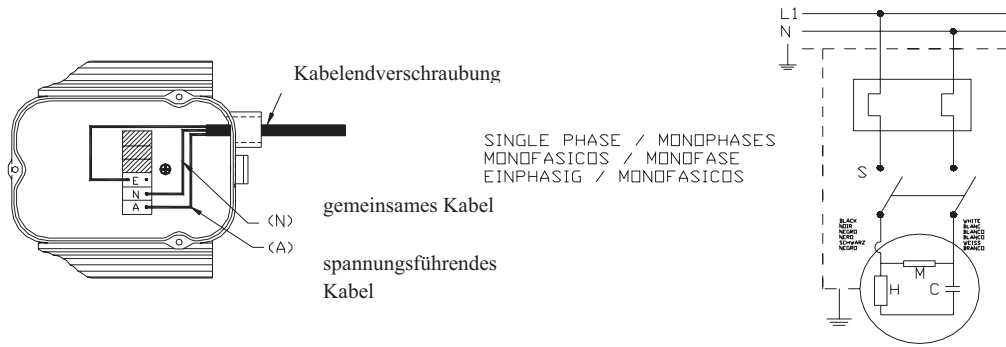

Abb. 1
- Alle Pumpen besitzen einen Fuß mit zwei Bohrungen, über die sie am Boden verankert werden können. (Abb. 1).